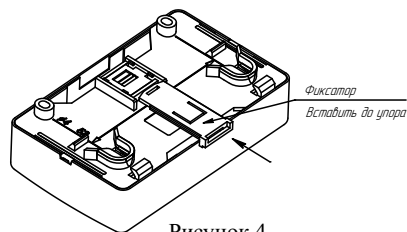

Рисунок 4
- в) при установке на DIN-рейку (Рисунок 4):